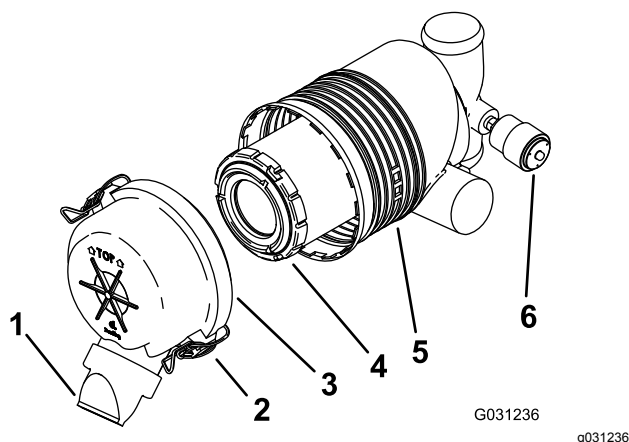

Figura 43
Importante: Cambie el filtro del limpiador de aire únicamente cuando el indicador de mantenimiento se ve rojo (Figura 43). El cambiar el filtro antes de que sea necesario sólo aumenta la posibilidad de que entre suciedad en el motor al retirar el filtro.
5. Abra los cierres del limpiador de aire y tire de la tapa de la entrada de aire para separarla del cuerpo del limpiador de aire (Figura 43).
- Si el indicador de mantenimiento se ve transparente, instale la tapa del limpiador de aire con el tapón antipolvo orientado hacia abajo, y cierre los enganches (Figura 43).
- Extraiga con cuidado el filtro del cuerpo del limpiador de aire (Figura 43).
- Instale el filtro con cuidado (Figura 43).
- Instale la tapa del limpiador de aire con el tapón antipolvo orientado hacia abajo, y cierre los enganches (Figura 43).